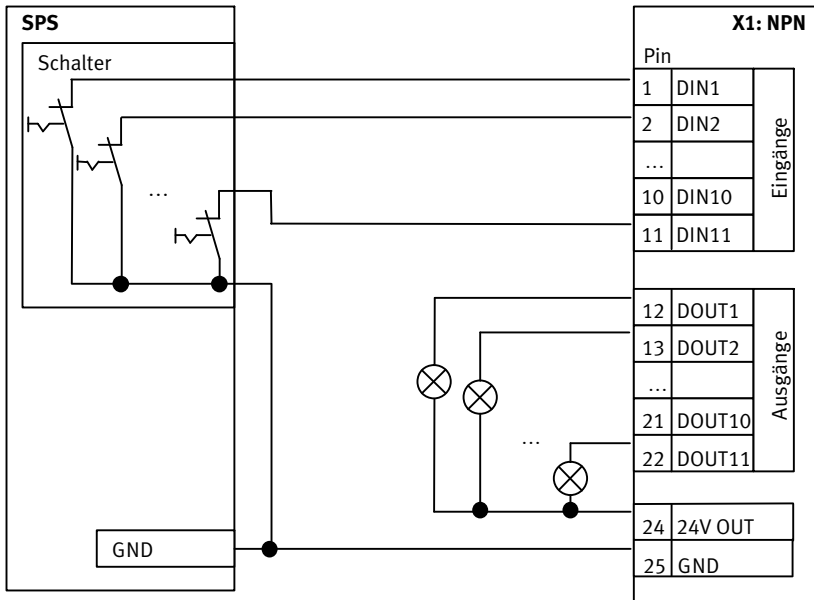

Fig. 4.3 Anschluss der Schnittstellen-Variante NPN (CMMO-...DION)
- Typ CMMO-...-DION = negative Logik NPN (→ Fig. 4.3)